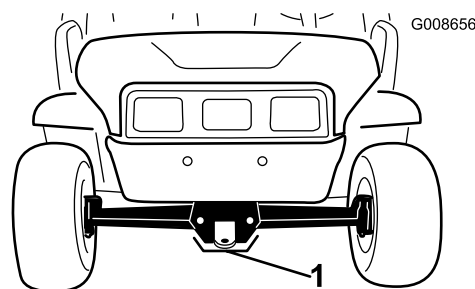

Рисунок 23
- Точка подъема в передней части машины находится в передней части рамы позади сцепного устройства для буксировки (Рисунок 23).